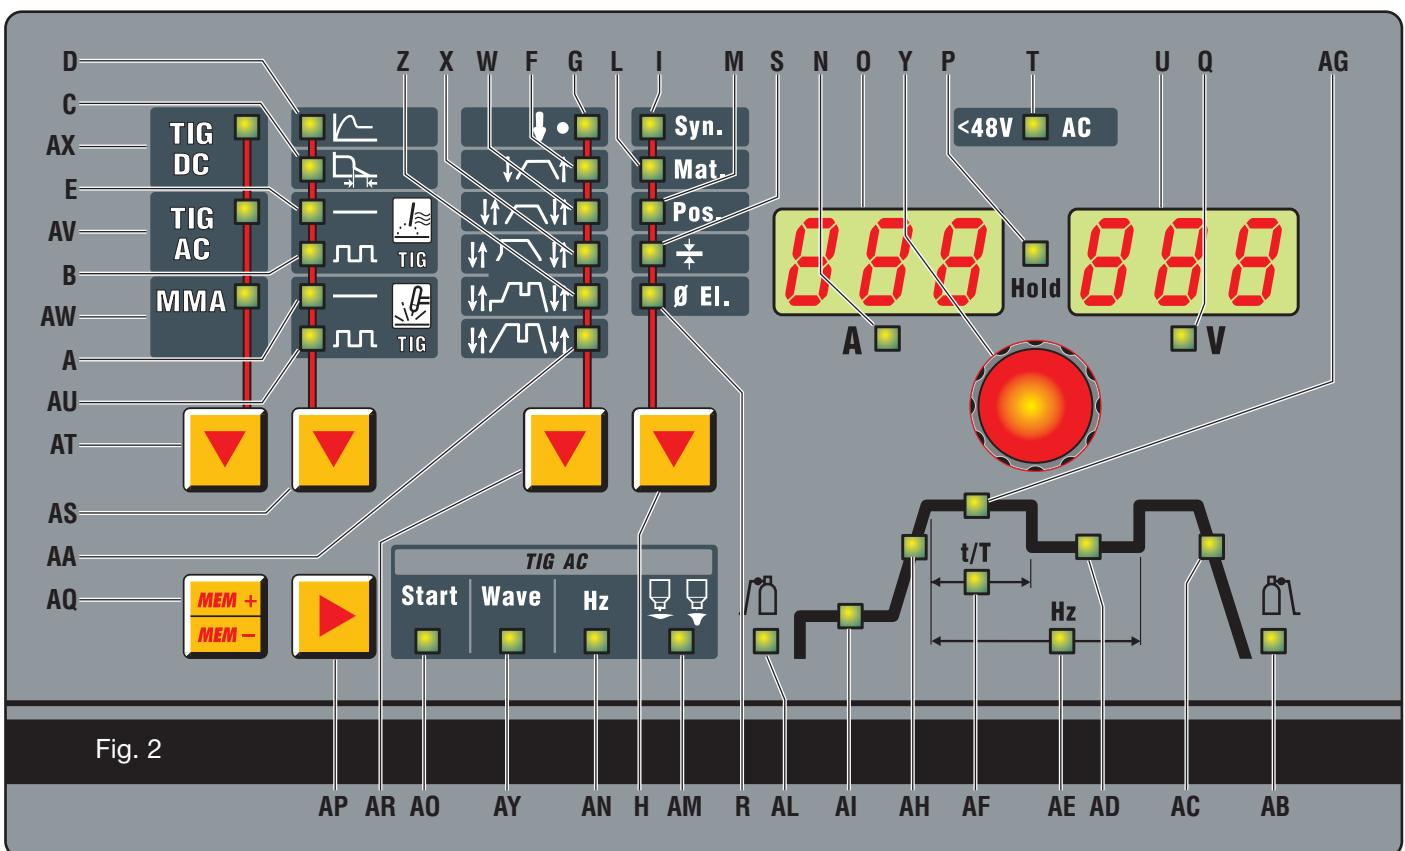

Fig. 2
3.3 BESCHRIJVING VAN HET PANEEL (Fig. 2).